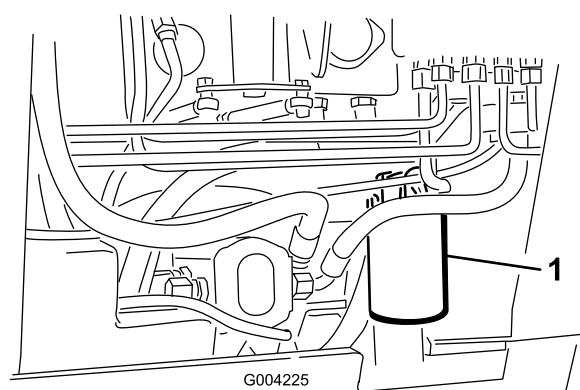

Bild 61
4. Stellen Sie eine Auffangwanne unter den Filter (Bild 61).
5. Entfernen Sie den alten Filter (Bild 61) und wischen Sie die Dichtfläche am Anbaustutzen ab.
7. Drehen Sie den Austauschfilter auf den Anbaustutzen auf (Bild 61). Ziehen Sie ihn nach rechts fest, bis die Gummidichtung den Anbaustutzen berührt. Ziehen Sie ihn dann um eine weitere 3/4 Umdrehung fester.